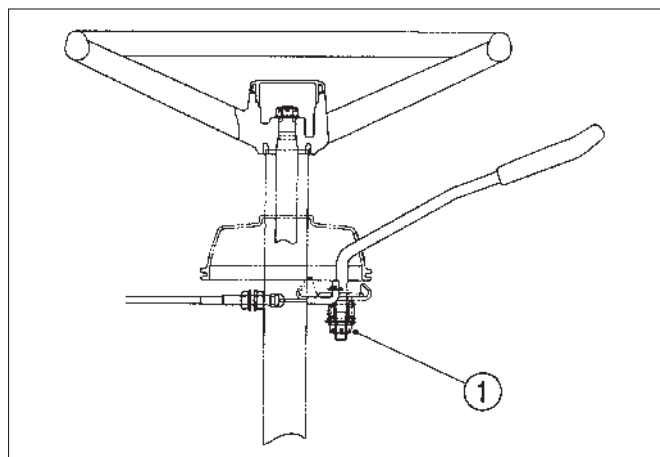

Fig. 93
FIG. 93: Le levier d'accélération doit rester à la position choisie par le conducteur. Lors d'une utilisation normale, la friction du levier diminue, et celui-ci peut quitter la position sélectionnée. Tournez l'écrou de réglage (1) si nécessaire pour maintenir le levier d'accélération à la position choisie.